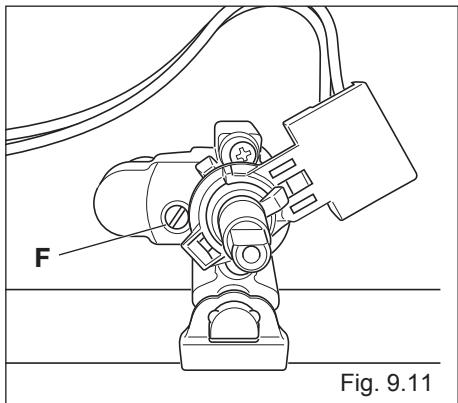

Fig. 9.11
- à l'aide d'un tournevis mince tourner la vis "F" jusqu'au moment où l'on obtient le réglage correct (Fig. 9.11).